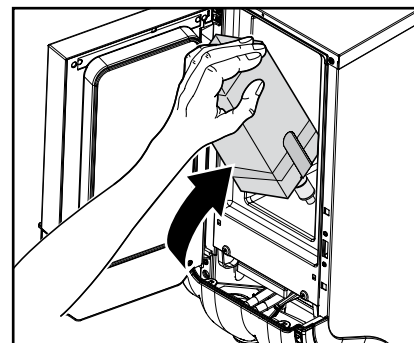

Рис. 20
7. Установить упаковку с концентратом. (Рис. 20)